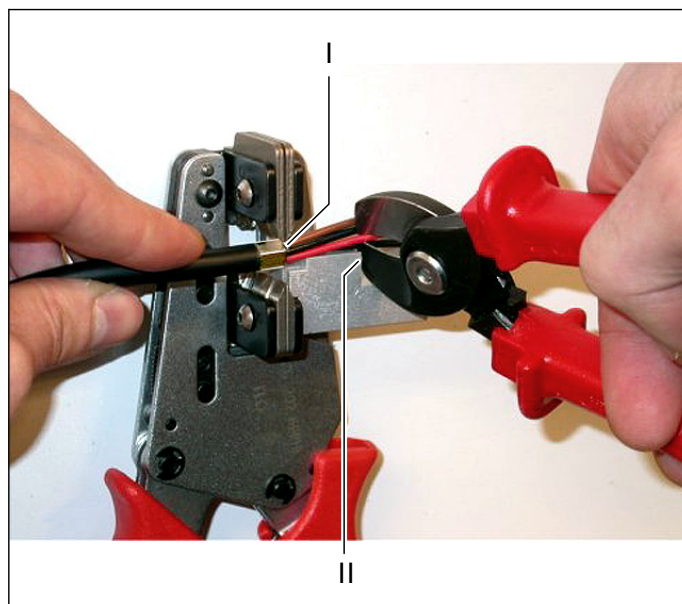

рисунок 45.10: Обрезка медного провода
- Обрежьте медные провода до нужной длины, используя инструмент для обрезки кабеля (инструмент 2) и инструмент для зачистки проводов (инструмент 5). Для этого поместите обжимную втулку в положение I и обрежьте медные провода в позиции II (см. рисунок 45.10).